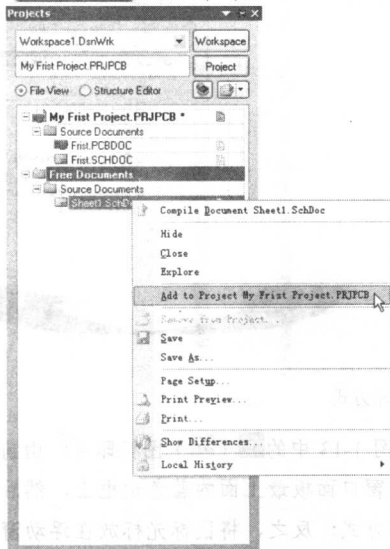

图1-10 执行添加自由文件到设计工程的菜单命令
1. 将鼠标光标移到“Sheet1.SchDoc”文件名上，然后单击鼠标右键，即可弹出如图 1-10 所示的命令菜单。执行菜单命令【Add to Project My First Project.PRJPCB】，即可将“Sheet1.SchDoc”添加到设计工程中。